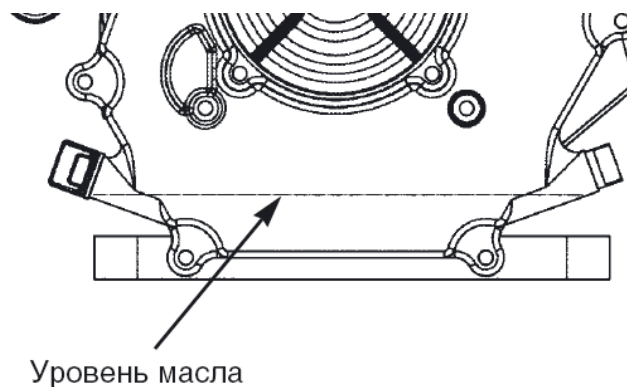

Рис. 6
2. Залить в горловину масло до нижнего края заливного отверстия (рис. 6). Проверить уровень масла.